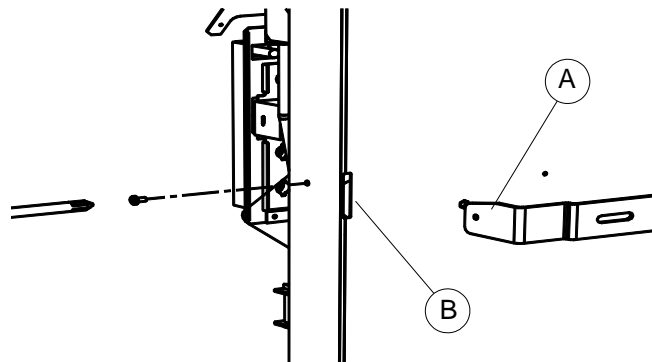

Abbildung 11 – Detail der Aufhängung
12. Setzen Sie die Langlöcher B auf die Enden A der Halterung und drücken Sie den Heizkörper gegen die Wand, so dass er bündig an der Halterung aufliegt (siehe Abbildung 11).
13. Den Heizkörper mit den zwei seitlichen Schrauben an der Halterung festschrauben, siehe Abbildung 11.